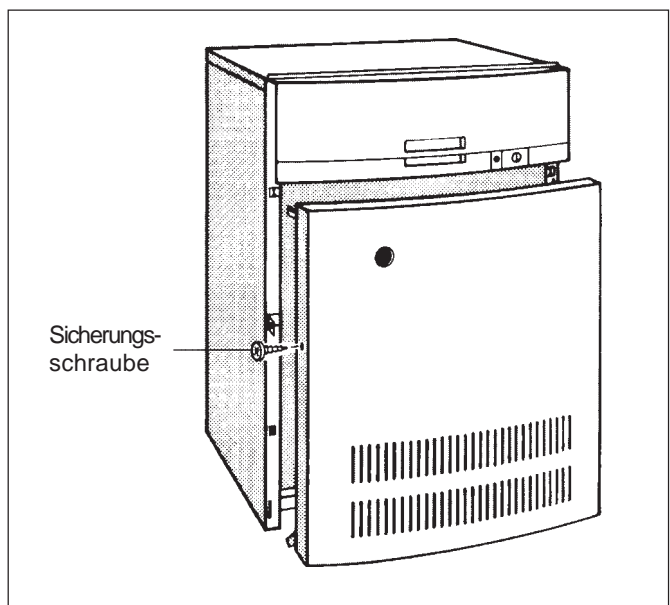

Abb. 9: Kesselvorderwand entfernen
- Sicherungsschrauben links und rechts in den Seitenwänden herausdrehen, Kesselvorderwand oben wegklappen, dan unten anheben und nach vorne abnehmen (Abb. 9).
- Kesselvorderwand entfernen (siehe Abb. 9).